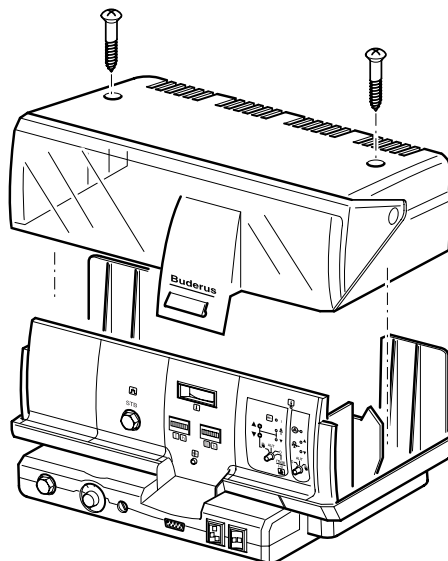

Рис. 2 Регулятор со снятой крышкой
- Открутите винты на верхней стороне прибора и снимите крышку (рис.2).